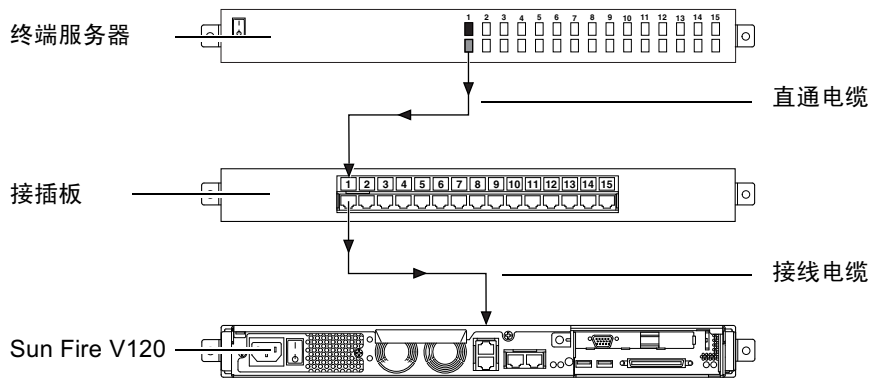

图 6-3 终端服务器和 Sun Fire V120 之间的接插板连接
- 将转接线电缆连接到接插板并使用直通接插电缆将接插板连接到 Sun Fire V120 或 Netra 120 服务器（请参见图 6-3）。